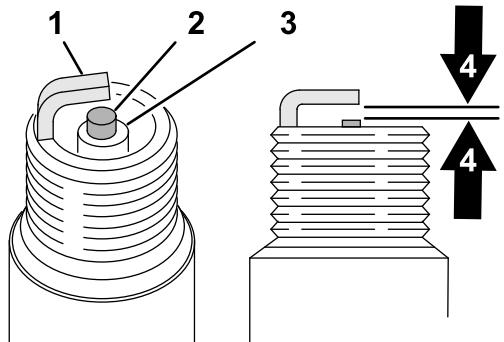

図 36
- 中央の電極部(図 36)を観察する。絶縁体部がうす茶色や灰色なら適正、黒い汚れがある場合にはエアクリーナの不良を考える。
6. 中央電極と側面電極との間の距離エアギャップを測定する図 36。正しいエアギャップは 0.76 mm。